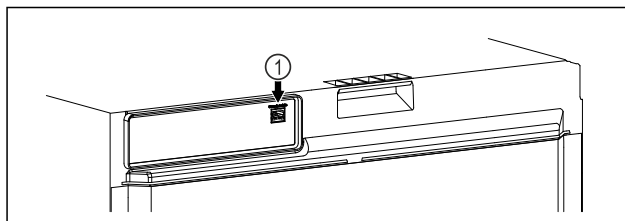

Fig. 109
- ☐ SmartModule Fig. 109 (1) er indsat.